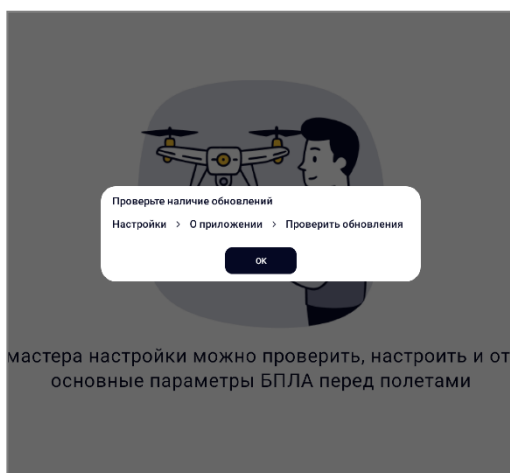

Рисунок 1
- на открывшейся форме (рисунок 1) нажать на кнопку «ОК».